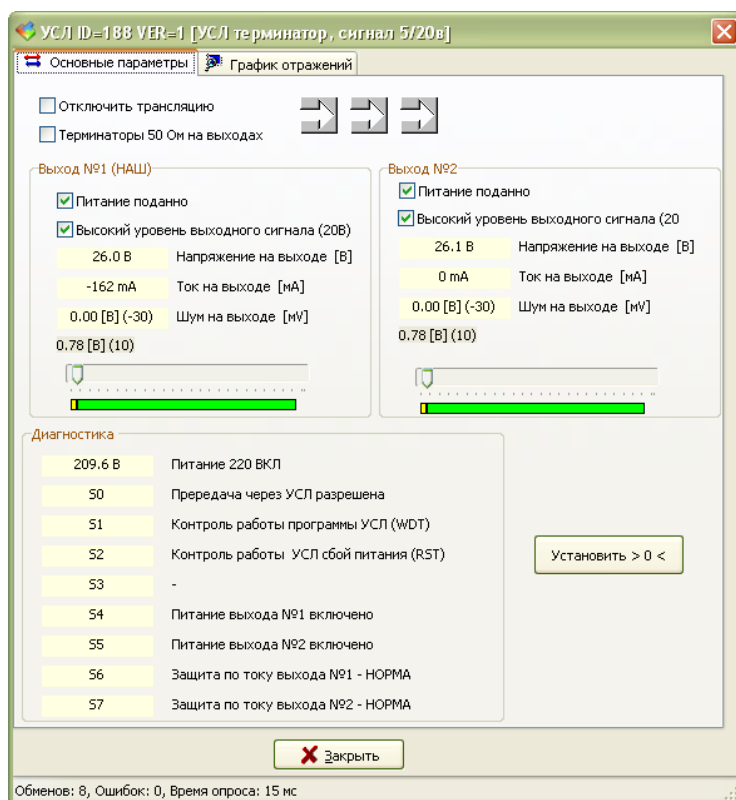

Рисунок 14 - Окно «Тест»
- 4) Выбрать найденный блок в таблице устройств и нажать кнопку «Тест». Откроется окно с параметрами блока (рисунок 14).
6) Установить галочку «Питание отключено». Проверить отсутствие сообщений, выделенных красным цветом: «Отключено питание выхода» (рисунок 14). При помощи вольтметра убедиться в наличии напряжения на включенном выходе.
- 6) Нажать на кнопку «Установить 0» в поле «Диагностика» (рисунок 14). Значение в поле «Ток на выходе» должно стать  $(0 \pm 20)$  мА.
- 7) Проверить отображение средних значений напряжений шума на выходах 1 и 2 «Шум на выходе», которое должно быть не более 80 мВ (рисунок 14).